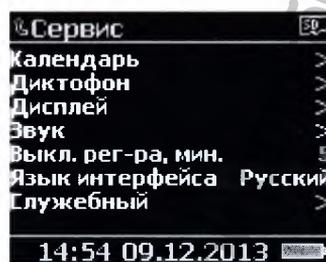

Рисунок 53
2.3.1.3.6 Язык интерфейса (Рисунок 53)